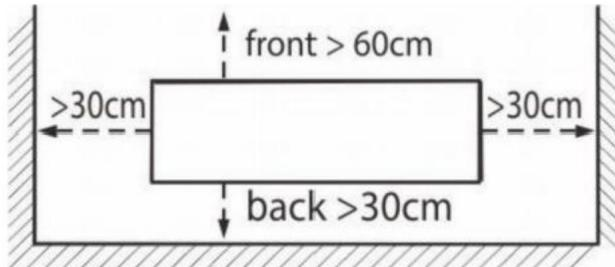

Bild 1
3. Kylaggregatet måste installeras i ett skick med god ventilation. Håll utrymmet på minst 30 cm för baksidan (luftintag) och två sidor och minst 60 cm för framsidan (luftintag) uttag). Se bild 1. Mer utrymme bör finnas när maskinen arbetar i höga temperaturer ström. Annars kommer kyleffekten att minska eller till och med orsaka funktionsfel.